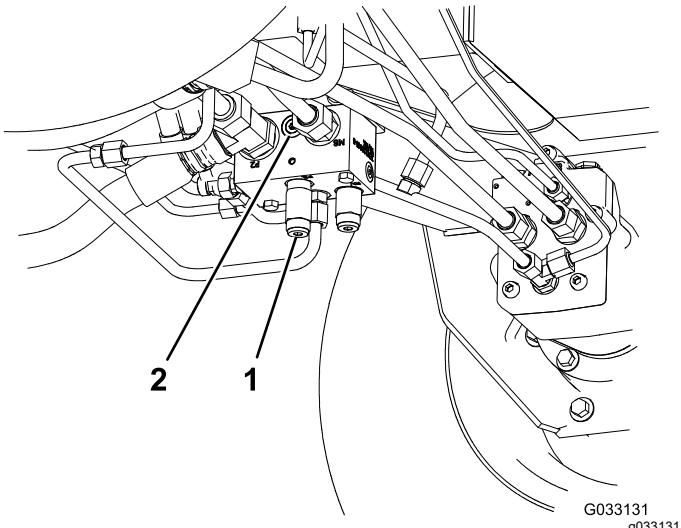

Figure 43
- Coupleur (ref. Toro 95-0985) (2)
- Raccord hydraulique (ref. Toro 340-77) (2)
1. Montez un raccord de diagnostic dans l'orifice non identifié situé entre les orifices M8 et P2 sur le collecteur de déplacement arrière (Figure 43).